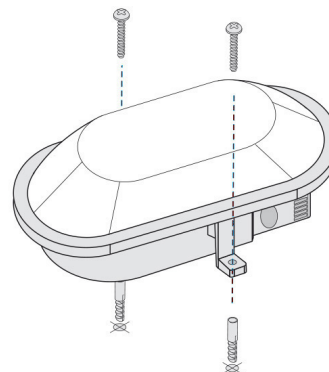

Bild 1
**Bild 1:** Die Bohrlöcher an den entsprechenden Stellen anzeichnen, die Löcher bohren und die Dübel einsetzen. Bei Holzwänden oder Leichtbauwänden passendes Material verwenden.